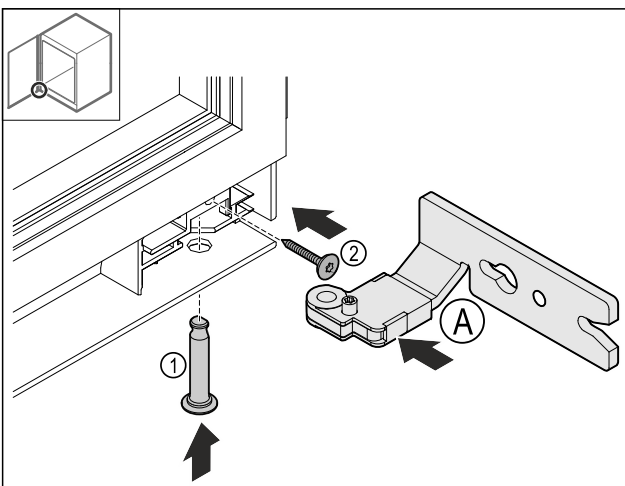

Fig. 23
- Sätt in det undre gångjärnet Fig. 23 (A).
- Sätt in stiftet Fig. 23 (1) och håll fast det.
- Skruva fast skruven Fig. 23 (2).